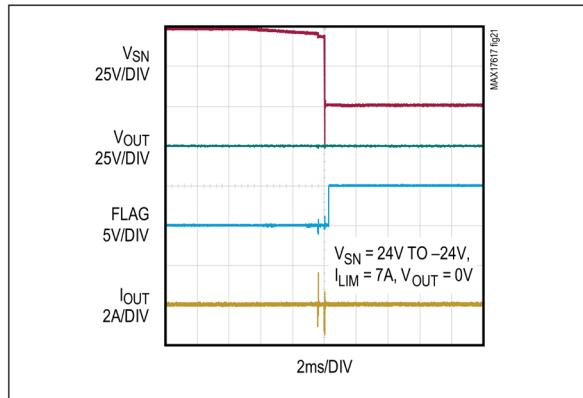
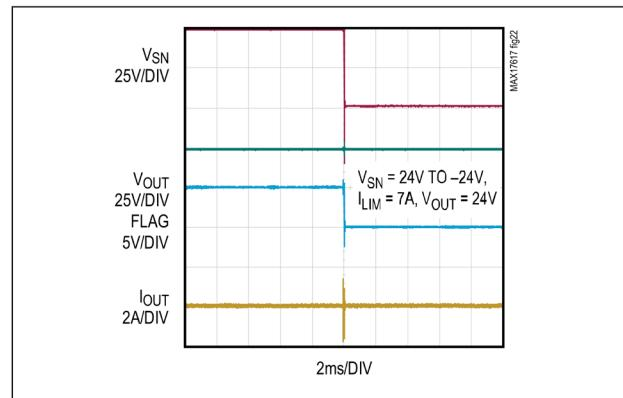

図21.  $V_{OUT} = 0V$  および  $V_{SN} = -24V$  での入力逆極性保護
図22.  $V_{OUT} = +24V$  および  $V_{SN} = -24V$  での入力逆極性保護
逆極性電圧保護の能力は、動作中の負荷バス電圧 ( $V_{OUT}$ ) と外付けnFETの電圧ブロック能力に依存します。例えば、 $V_{OUT} = 30V$  で  $-55V$  の入力電圧まで保護する場合、定格  $85V$  の外付けnFETが必要となります。デバイスは、ゲート・ドライブ (GN) に  $6.5V$  (代表値) を供給します。図21に、 $V_{OUT} = 0V$  および  $V_{SN} = -24V$  でのMAX17617の逆極性保護を示します。図22に、 $V_{OUT} = +24V$  および  $V_{SN} = -24V$  でのMAX17617の逆極性保護を示します。